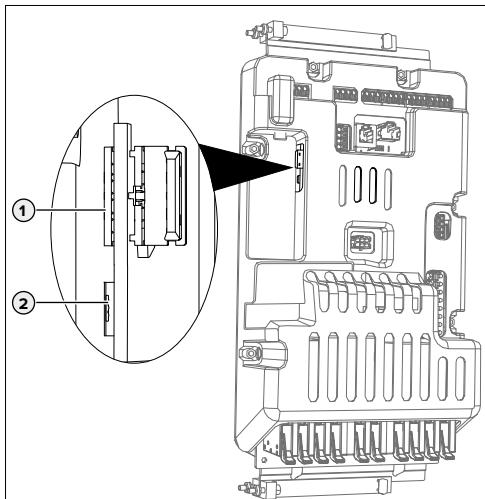

Fig. 20: Collegamenti per la configurazione dell'unità ECU
- ▶ Collegare il terminale (ad es. PC, laptop, cellulare) e l'ECU con un cavo USB. A questo scopo utilizzare il connettore Micro-USB (2) dell'ECU a destra (AF2).
- ➔ "Fig. 20: Collegamenti per la configurazione dell'unità ECU"